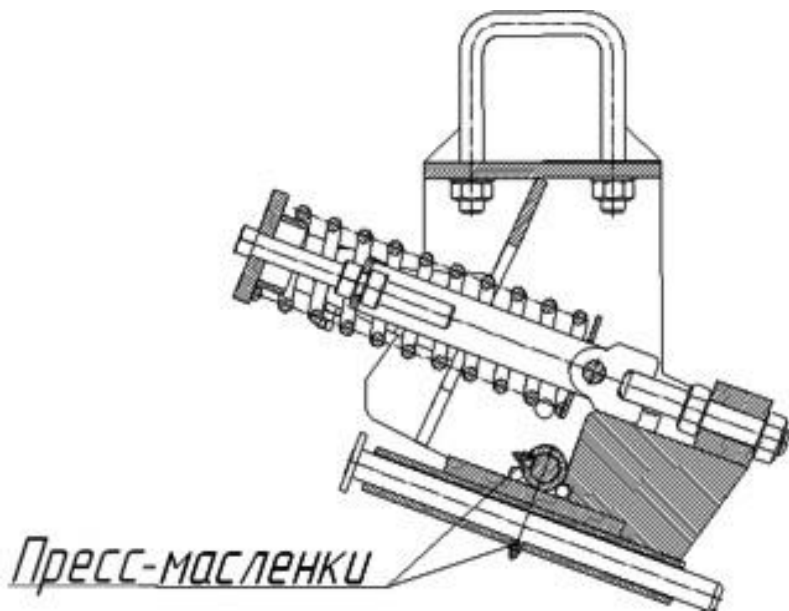
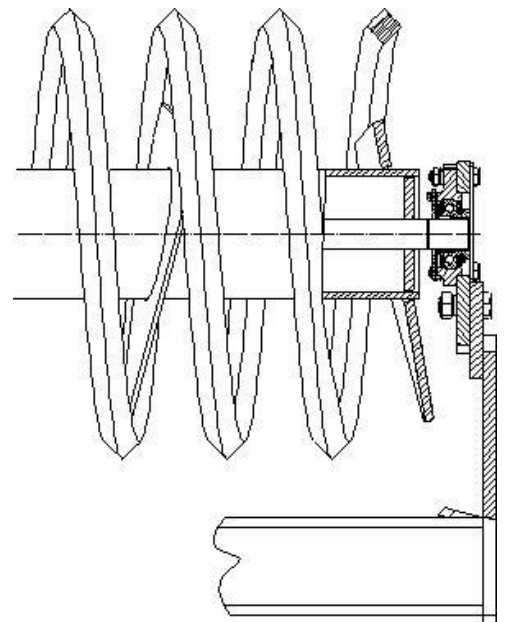

Рис. 6.6.4. Смазка осей подвески катков (для ПК с катками)
Рис. 6.6.5.
6.6.3. Для ПК «Кузбасс» с металлическими спиральными катками смазку осей вращения подвесок производить через пресс-масленки каждые 10 часов работы (рис.6.6.4). Подшипники катков закрытые и смазки не требуют (рис.6.6.5).